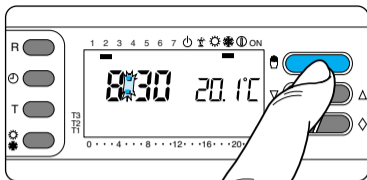
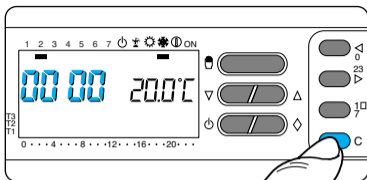

Fig. 61
Fig. 62
**11.1** - Per controllare il dato portare l'apparecchio in modo MANUALE mediante il pulsante  (fig. 61) aprire lo sportello dell'apparecchio e quindi premere il pulsante C (fig. 62).